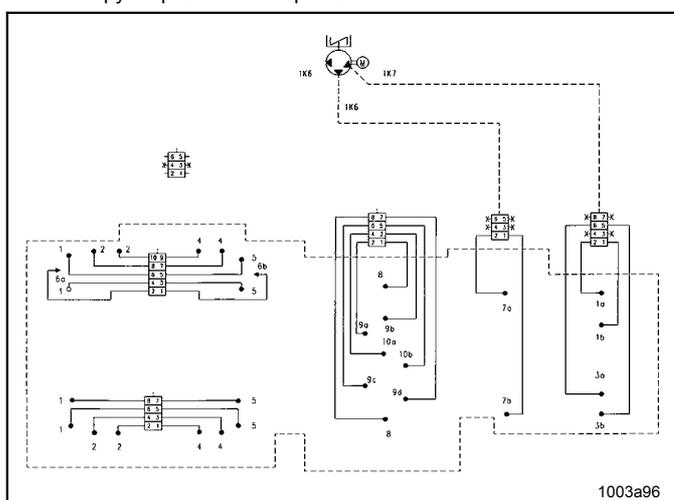

Рис. 37 Определение величины главного распределителя
- Перепроверить, нуждаются ли вспомогательные распределители в повышенном количестве смазки и при необходимости обеспечить подключение их непосредственно к насосному элементу (рис.37).